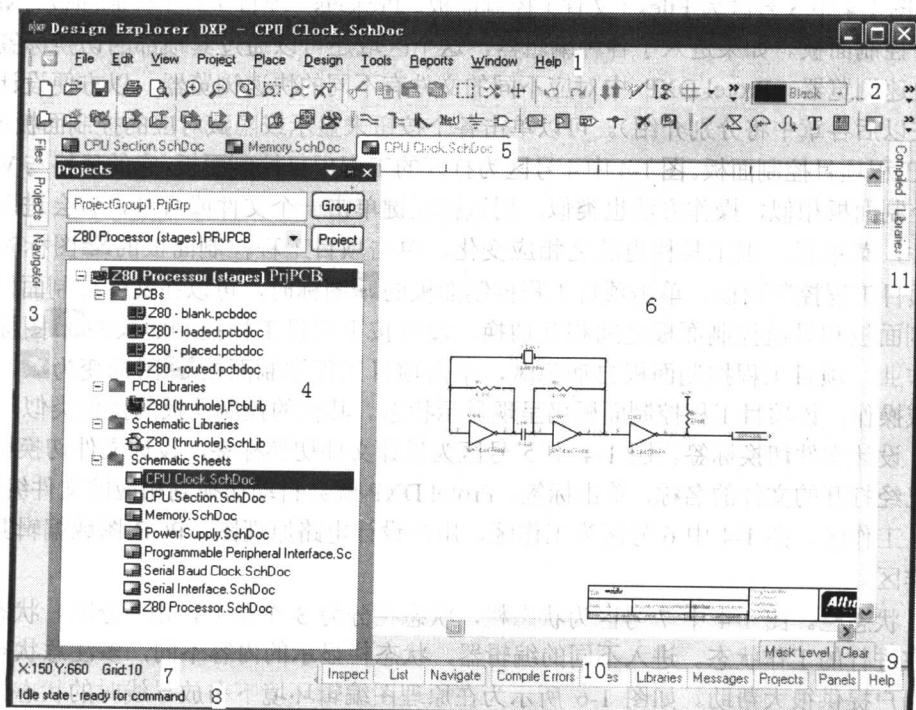
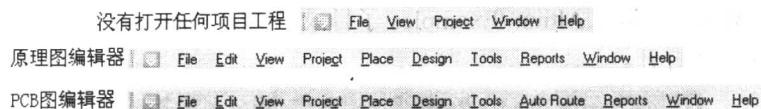

图 1-4 Protel DXP 标准工作界面
图 1-5 几种不同的菜单栏
双击 Z80 Processor (stages) .PrjPCB，打开该项目工程文件。Protel DXP 标准工作界面如图 1-4 所示。
(1) 菜单栏。图 1-4 中 1 号区为菜单栏, Protel DXP 的菜单栏可以根据用户正在执行的不同应用程序而相应变化, 下面列举其中几个菜单栏, 如图 1-5 所示。
(2) 主工具栏。图 1-4 中 2 号区为主工具栏, 与菜单栏相似, 执行不同的应用程序在主工具栏中就会出现不同的工具按钮。
(3) 图 1-4 中 3 号区为 Files (文件) 控制面板、Projects (项目工程) 控制面板、Navigator (导航) 控制面板。如果进入了各种编辑器, 这个区域还可以通过其顶部的切换标签切换到相应的快速浏览器 (Protel DXP 中对应不同的文件有不同的快速浏览器, 以方便设计文件的编辑, 在以后各章中将分别介绍)。可以单击各个按钮来显示或隐藏对应的控制面板的状态。
(4) 工程项目控制面板。图 1-4 中 4 号区为打开的工程项目控制面板, 它的风格与 Windows 的资源控制面板相似, 操作方法也类似。用鼠标左键单击一个文件或目录, 就会进入相应的设计文件, 菜单栏、主工具栏也随之相应变化。单击项目工程控制面板的 X 图标时, 关闭当前的项目工程控制面板。单击项目工程控制面板的 □ 图标时, 可以在文件控制面板、项目工程控制面板和导航控制面板之间相互切换。没有按下项目工程控制面板的 □ 图标, 在工作区域作业, 项目工程控制面板自动隐藏, 单击项目工程控制面板 □ 图标变为 ●, 即使在工作区域操作, 该项目工程控制面板仍呈现显示状态。其他的控制面板的操作类似。
(5) 设计文件切换标签。图 1-4 中 5 号区为设计文件切换标签, 设计文件切换标签中显示的是已经打开的文件的名称, 单击标签, Protel DXP 就会自动切换到相应的文件编辑器中。
(6) 工作区。图 1-4 中 6 号区为工作区, 用户设计电路原理图, PCB 图或编辑其他文件都在工作区。
(7) 状态栏。图 1-4 中 7 号区为状态栏, 状态栏分为 3 个部分, 由 | 分隔。状态栏显示的是正在进行的工作状态。进入不同的编辑器, 状态栏显示的内容不同, 多注意状态栏的信息会对用户提供很大帮助。如图 1-6 所示为在原理图编辑环境下布放导线时的状态栏显示内容。